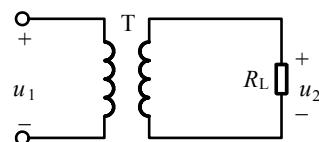

图 3-4
4. 如图 3-4 所示为在 220V 的交流电路中, 接入一理想变压器。一次绕组  $N_1=1000$  匝, 二次侧电压  $U_2=44V$ , 负载电阻  $R_L=11\Omega$ , 试求: